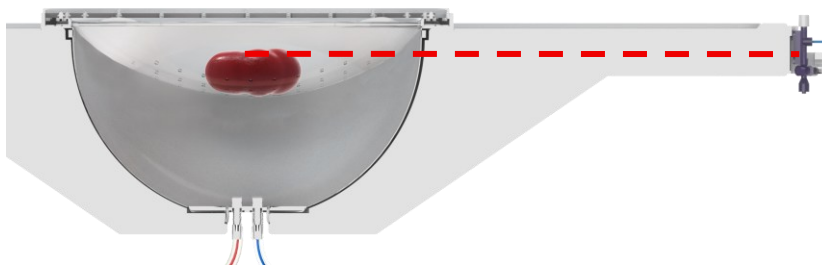

Figura 29: Altura del riñón respecto al sensor de presión
- Tenga en cuenta que el riñón está sostenido por la malla y por el fluido del recipiente. Para garantizar una medición precisa de la presión, es esencial alinear la altura del riñón con el sensor de presión, tal y como se muestra en la Figura 29.